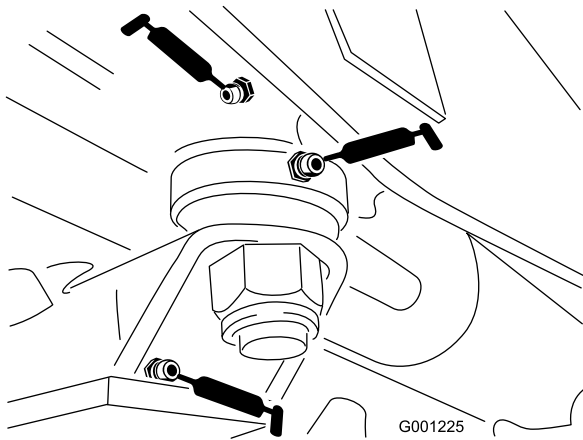

Figure 43
- Bagues de plaque de direction (Figure 43)
- Bague d'axe de fusée (Figure 43)